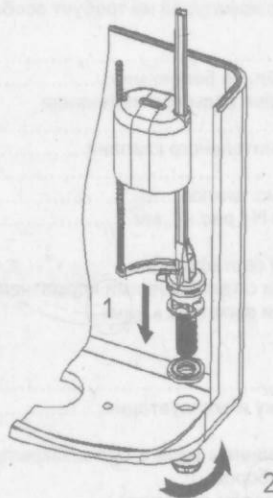

Рис.2
10.1 Надеть прокладку 4 (см. рис. 2) на корпус 6 ,опустить арматуру в отверстие бачка.